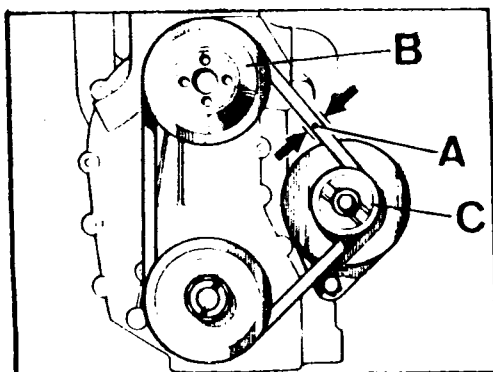

Fig. A3-18 Ajuste de la correa de accionamiento del alternador
- 2.1. Se procederá en órden inverso al desmontaje, ajustando el juego libre de la correa, A (Fig. A3-18) de 10 á 12 mm. en el centro del tramo comprendido entre la polea, B, del ventilador y la polea, C, del alternador.
- 2.3. Montar la correa de accionamiento de la bomba de agua dejándole un juego libre de 10 a 12 mm (Fig. A3-18).